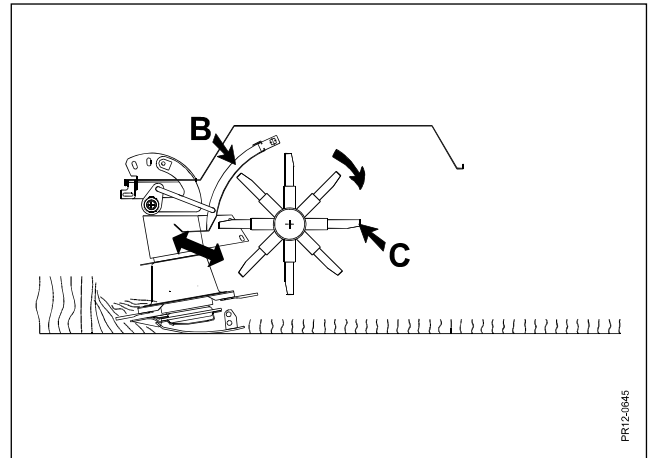

Fig. 3-16
**Fig. 3-16** Denne crimpningsgrad ændres ved at regulere afstanden mellem crimperpladen **B** og crimperfingrene **C** på rotoren. (Jo mindre afstand, jo kraftigere crimpes afgrøden)